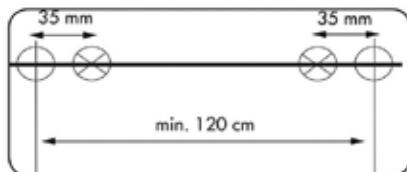

Рис. 3
- Определите место установки прибора в соответствии с п. 4.1. и рис. 2, после чего в соответствии с расстояниями между отверстиями 2 угловых кронштейнов для установки на стене (см. рис.3), просверлите в стене 4 отверстия диаметром 8 мм, вставьте в них дюбели и закрепите кронштейны, с помощью 4 шурупов.